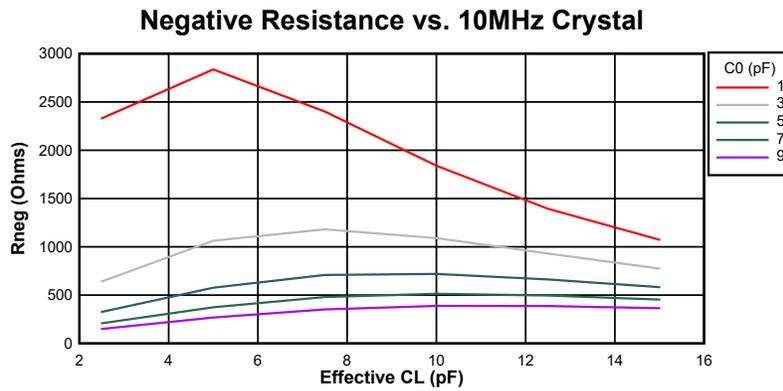
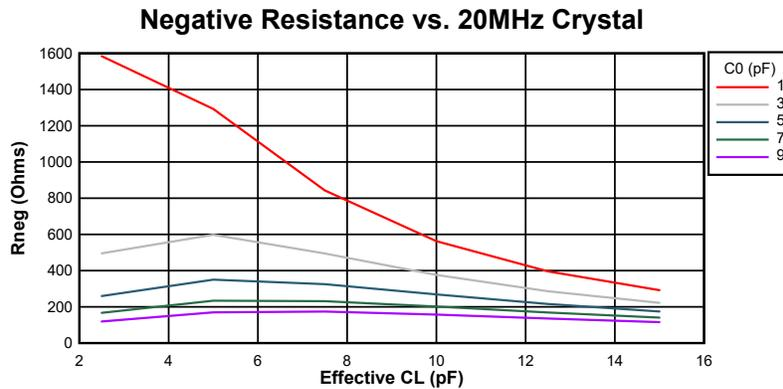

図 6-14. 10MHz 時の負性抵抗変動
図 6-15. 20MHz 時の負性抵抗変動
図 6-14 および 図 6-15 に、このデバイスの負性抵抗と水晶振動子間の関係の変動を示します。グラフからわかるように、水晶振動子の並列容量 (C0) と実効負荷容量 (CL) は電気発振回路の負性抵抗に大きな影響を及ぼします。これらは代表的なグラフであるため、設計上考慮すべき最小値および最大値については、表 6-5 を参照してください。